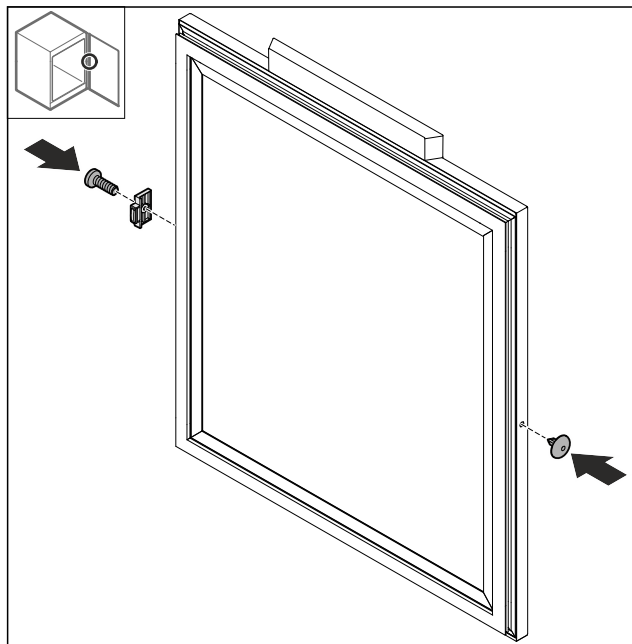

Fig. 48
- Montare il fermaporta Fig. 48 (1) ruotato di 180° sul lato opposto.
- Inserire la copertura Fig. 48 (2) sul lato opposto.